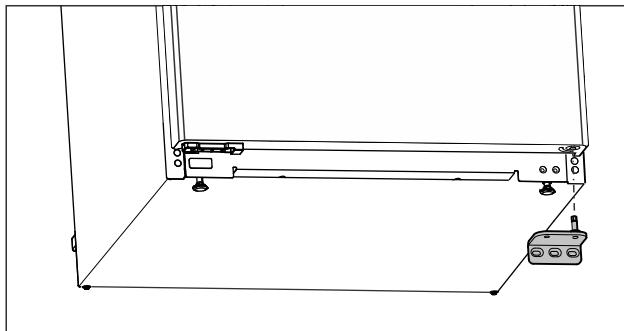

Fig. 16
- ▶ Снимите опорный кронштейн движением вниз. (см. Fig. 16)